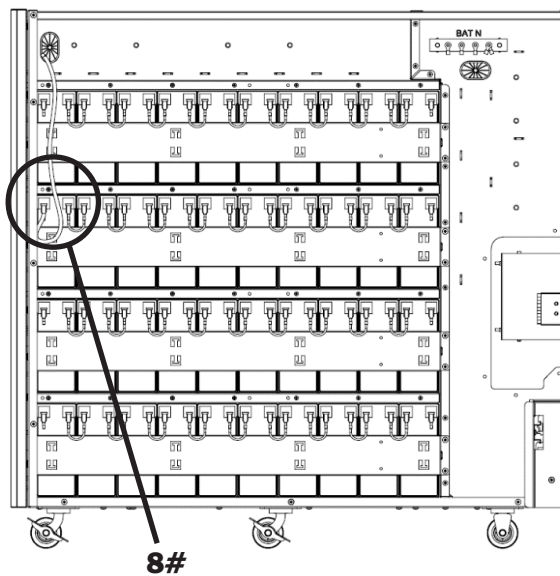

Figure 5-20B
30. Connecter la batterie 20- du groupe 3 à la barre du bus de la batterie - (BAT -) (Figure 5-20B).